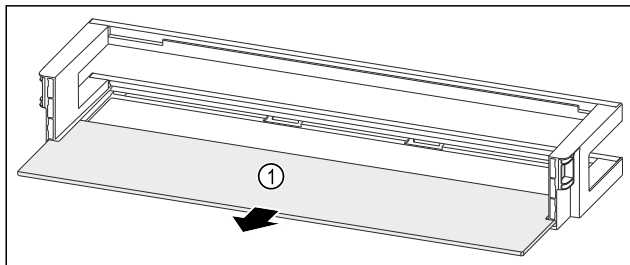

Fig. 64 Balconcino controporta con ripiano
- Rimuovere il ripiano Fig. 64 (1).